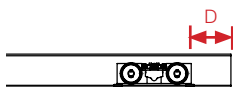

Figura 2: Carrello in posizione di montaggio/smontaggio
- Collegare i connettori al cavo del caricabatterie del sollevatore, Figura 2.
- I. Determinare la posizione sulla guida in cui potrà essere montato e smontato il sollevatore. NOTA! La distanza  $D$  in Figura 2 dall'estremità della guida al carrello dipende dal tipo di finecorsa utilizzato, vedere Tabella 1.
- 2) Accertarsi che il lamierino del caricabatterie si muova verso l'interno e l'esterno quando viene applicata la pressione, vedere Figura 2.